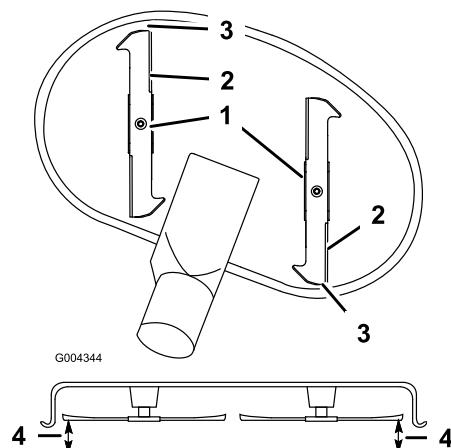

Figura 54
9. Ponga la altura de corte en **D** (76 mm) y gire con cuidado las cuchillas hasta que estén alineadas hacia adelante y hacia atrás (Figura 54).
10. Mida entre la punta de la cuchilla delantera y la superficie plana y entre la punta de la cuchilla trasera y la superficie plana (Figura 54). Si la punta de la cuchilla delantera no está entre 1,6 y 7,9 mm más baja que la punta de la cuchilla trasera, ajuste las contratuerca delanteras.